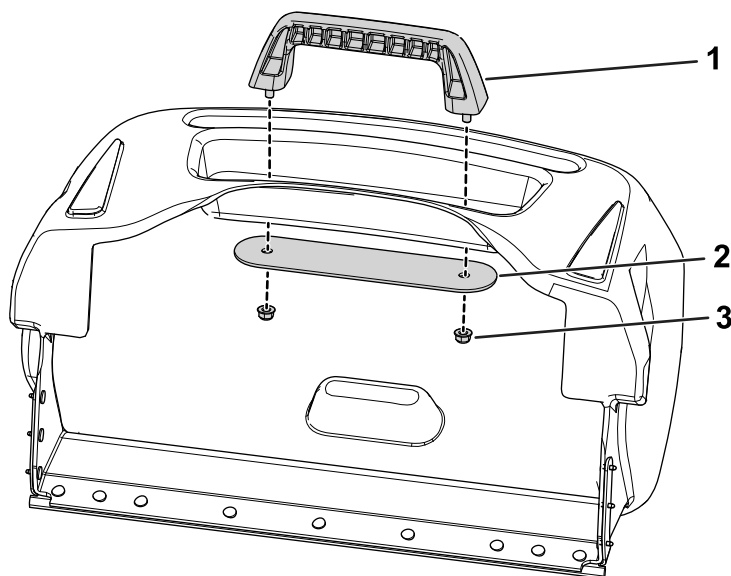

Figure 18
3. Déposez les composants de la poignée (poignée, plaque de support et écrous) du bac (Figure 18).
2. Avec les écrous retirés précédemment, fixez la poignée et la plaque de support sur le bac à herbe (Figure 18).